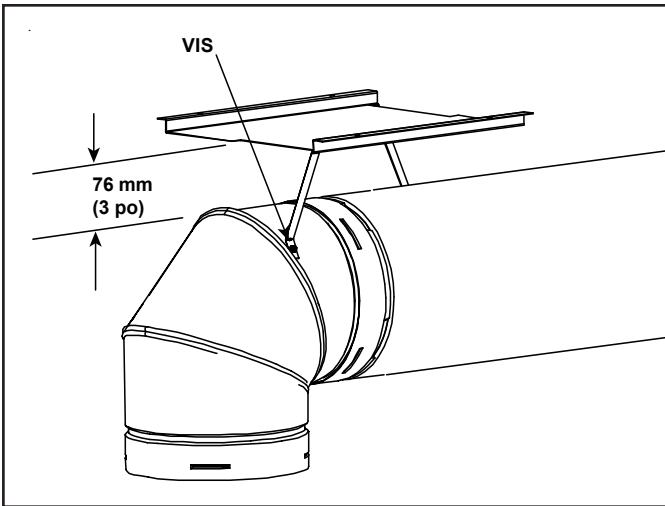

Figure 6.4. Écran thermique coudé installé
- Si les matériaux inflammables ne sont pas en place au moment de l'installation, l'écran thermique coudé peut être vissé au tuyau d'évacuation. Voir la figure 6.4. Coupez les languettes comme il est indiqué et pliez vers le bas. Fixez l'écran thermique au tuyau en maintenant 76 à 102 mm (3 à 4 po) entre le tuyau et l'écran.
- On peut installer des coudes de 90° et les tourner dans n'importe quelle direction autour de l'axe vertical du composant précédent. Si le coude ne peut pas être verrouillé au composant précédant, l'attacher avec au minimum deux (2) vis autotaraudeuses.